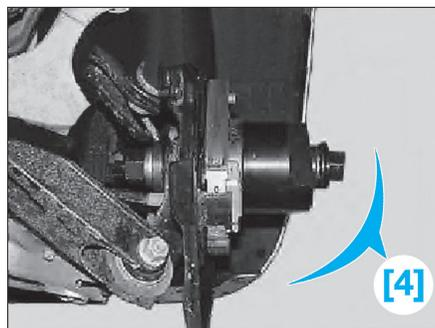

Fig. 58
- Extraire le roulement de roue avec l'outil [4] (Fig.58).